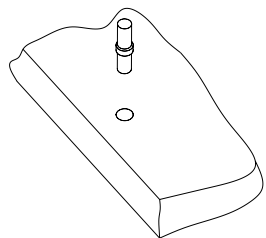

Рис.4
3. Установите полкодержатели в плоскостные отверстия деталей 4, 5 (Рис. 4).